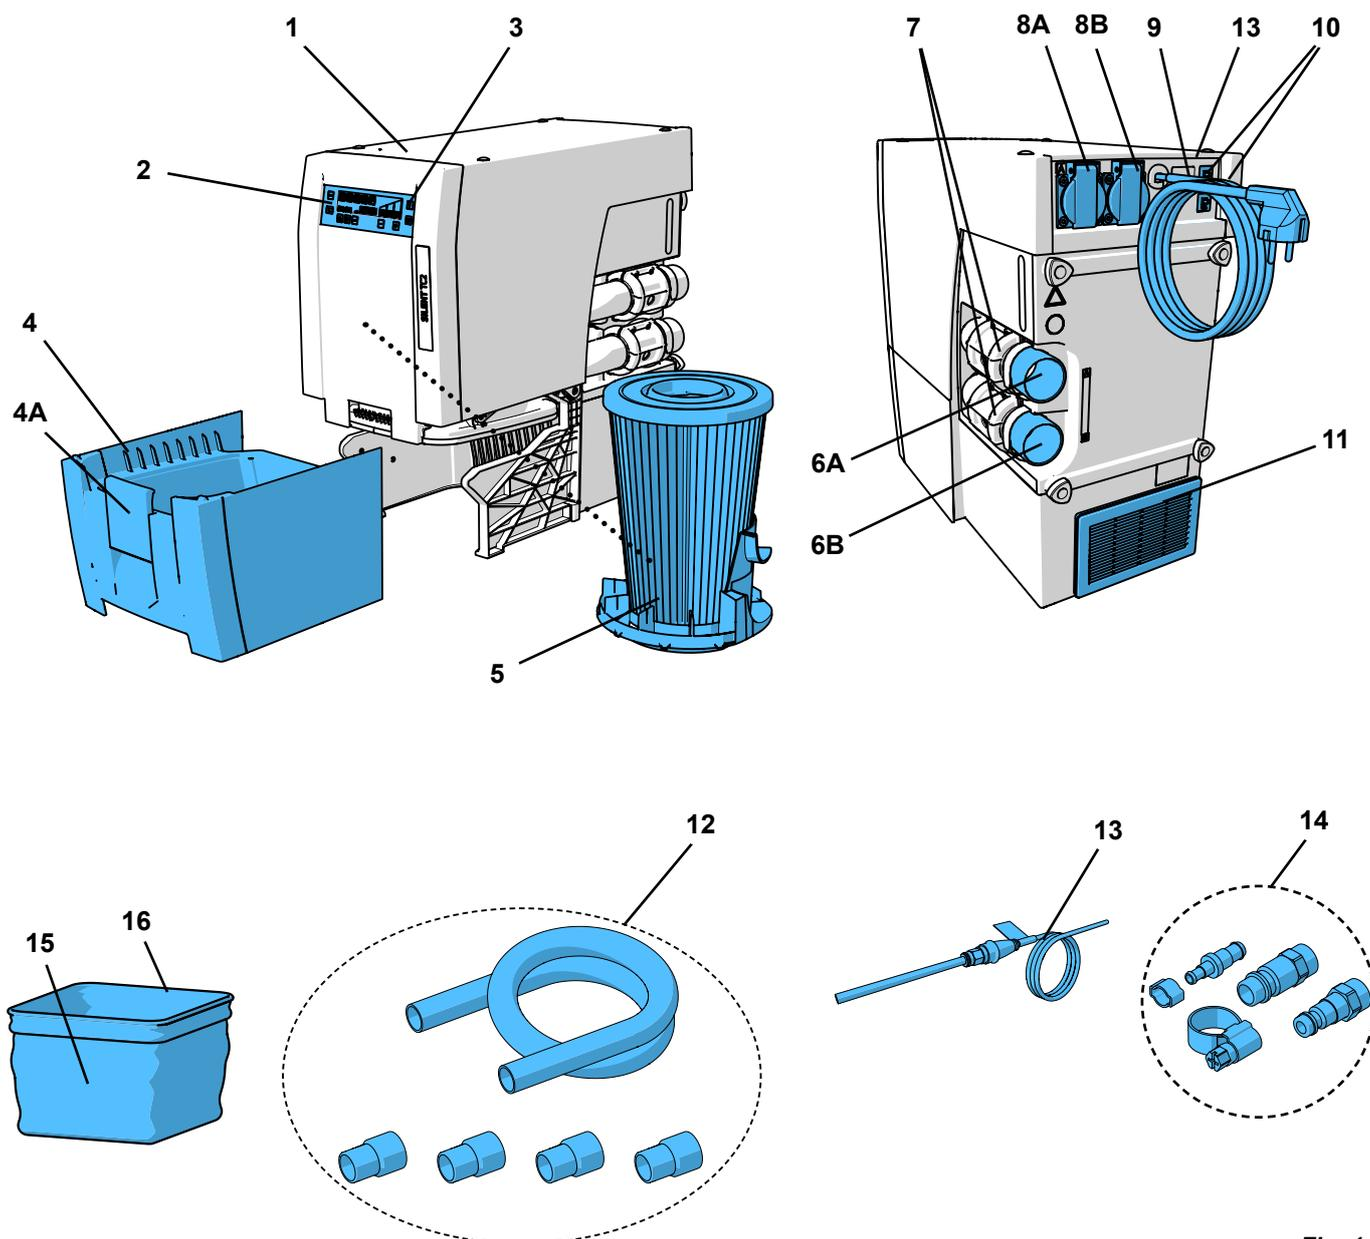

Fig. 1
- udsugningsluftudgangen (11, Fig. 1) ikke påvirkes.
- Ekstern udsugningsluftføring (A) (se kap. 4.7).
- Åbning i skabets bagvæg (B), min. 250 x 120 mm, direkte over for udsugningsluftudgangen (11, Fig. 1).
- Fjern skabets bagvæg (C), afstand mellem skabets bagside og væggen min. 50 mm.
- ⇒ Rul netkablet (9, Fig. 1), og sæt netstikket i bygningsinstallationens stikdåse.
- ⇒ Vælg den passende slangekobling i det vedlagte tilslutningssæt (14, Fig. 1), og sæt den på slangeenden.